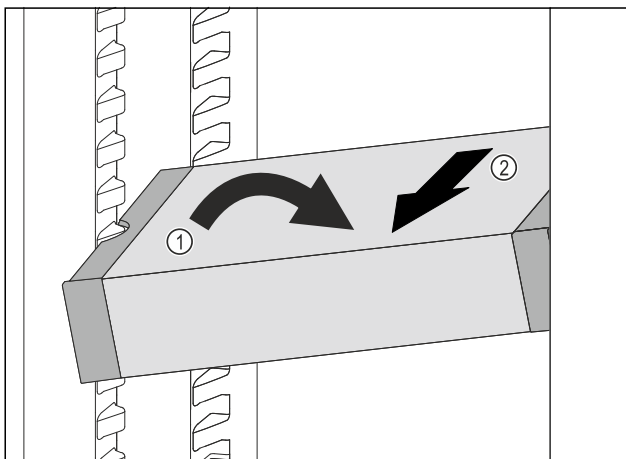

Fig. 41
- ▶ Встановити VarioSafe під кутом в охолоджувальному відділенні. Fig. 41 (1)
- ▶ Витягнути VarioSafe вперед. Fig. 41 (2)